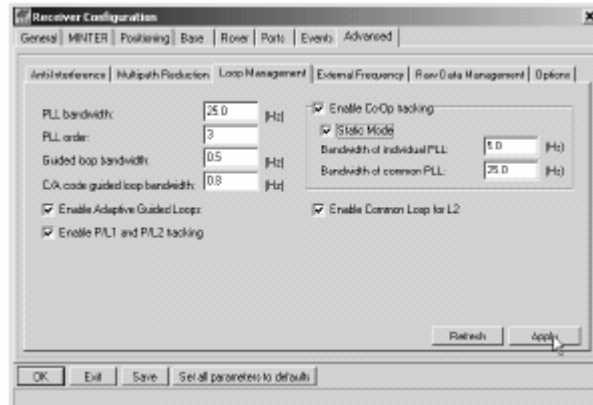

Figura 3-4. Configuración de Loop Management
4. Haga clic en la pestaña *Loop Management*, marque las casillas que se indican a continuación y al finalizar haga clic en **Aplicar** (Figura 3-4).